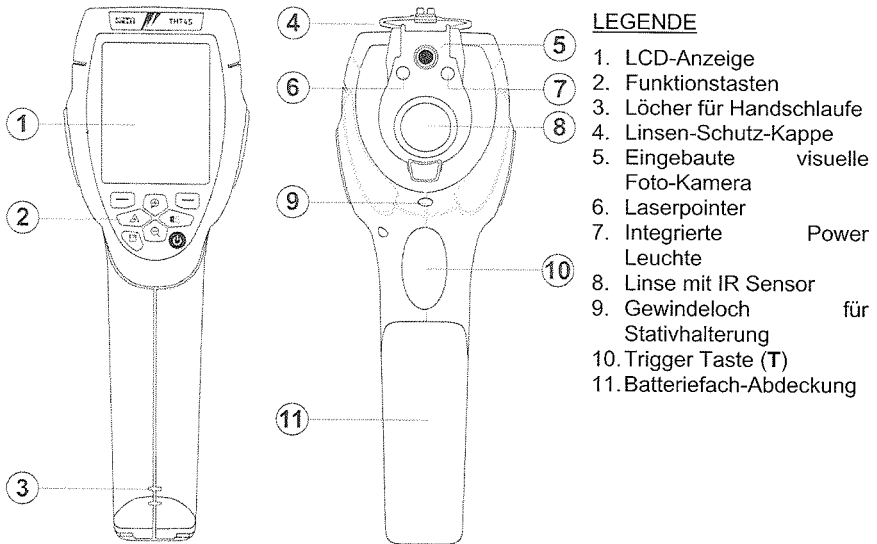

Abb. 1: Beschreibung der Vorder- und Rückseite des Gerätes
Das Drücken und halten der Taste ermöglicht die Aktivierung/Deaktivierung der Power Leuchte (siehe Abb. 1 – Teil 6). Dieselbe Taste wird auch bei der Auswahl der Systemparameter benutzt.
Das Drücken und halten der Taste ermöglicht die Aktivierung/Deaktivierung des Laserpointers (siehe Abb. 1 – Teil 7). Dieselbe Taste wird auch bei der Auswahl der Systemparameter benutzt.
2. Heben Sie den Batteriefachdeckel an (siehe Abb. 1 – Teil 11)